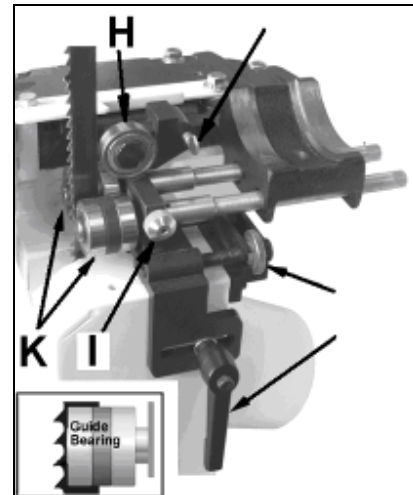
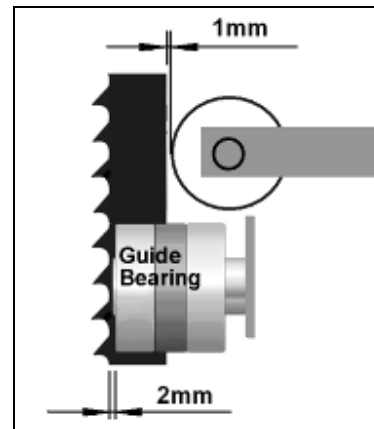

Fig 15
Fig 16
La vis de blocage (I, Fig 15) bloque les deux guides (K) en même temps.
Positionner le rouleau inférieur (H, Fig 15) à une distance de 1 mm du ruban (Fig 16).